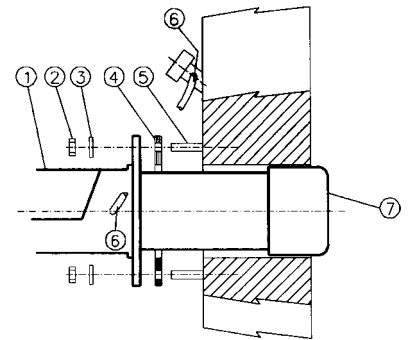

Рис. 12
- 4). закрепить ее с помощью гаек к крепежным винтам котла, согласно схеме на Рис. 12.